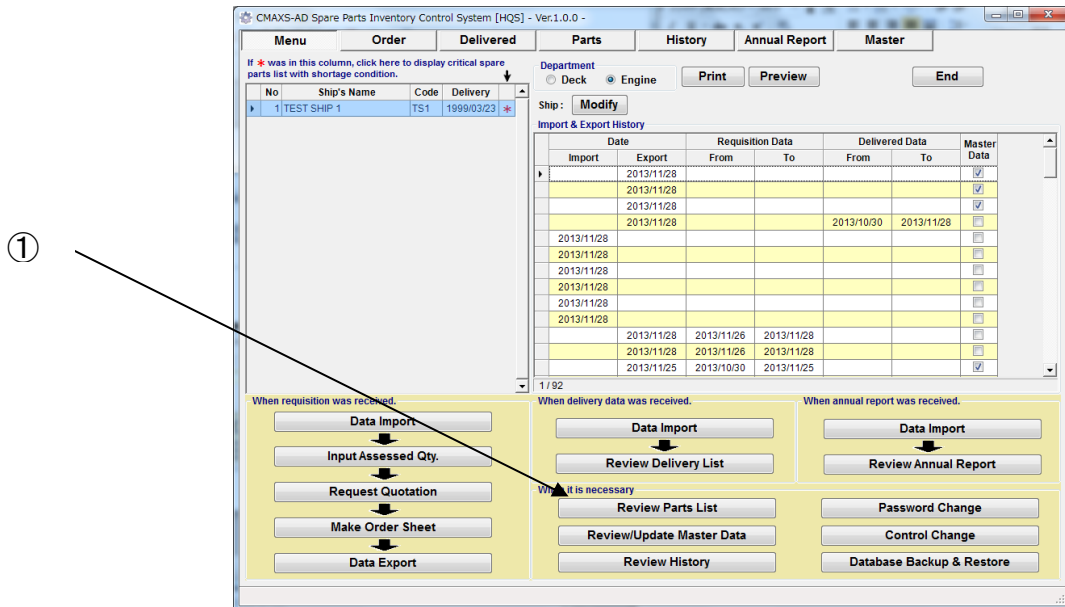

図 12-1 Menu 画面
- (1) “Menu 画面”(図 12-1)上で [Review Parts List]を選択してください。